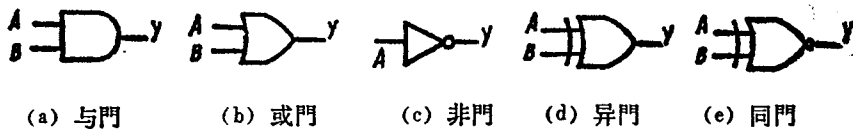

图 1.1 常用逻辑电路
1. 符号：如图 1.1 (a) 所示。
1. 符号：如图 1.1 (b) 表示。
1. 符号：如图 1.1 (c) 所示。
1. 符号：如图 1.1 (d) 所示。
1. 符号：如图 1.1 (e) 所示。